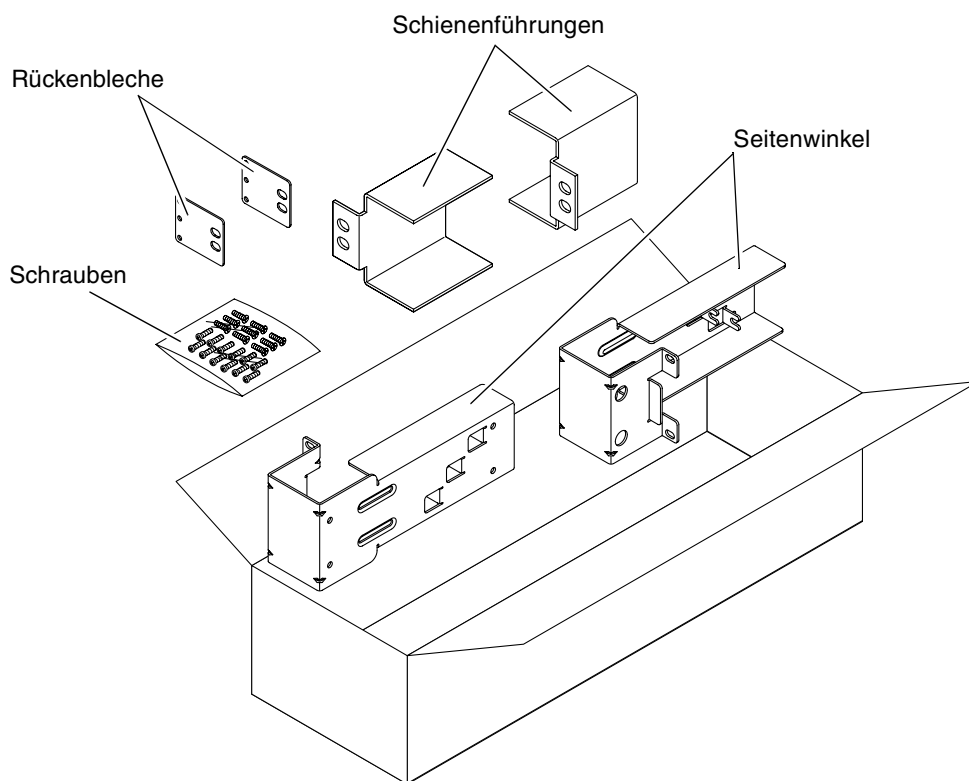

ABBILDUNG 3-23 Inhalt des Montagesatzes für den Festeinbau in ein 23-Zoll-Rack mit zwei Stützen
1. Nehmen Sie die Seitenwinkel aus dem Montagesatz (ABBILDUNG 3-23).
3. Nehmen Sie die Schienenführungen aus dem Montagesatz (ABBILDUNG 3-23).
7. (Optional) Verwenden Sie bei der Installation in einer erschütterungsreichen Umgebung die Rückenbleche, um den Server zusätzlich am Rack zu befestigen (ABBILDUNG 3-23).